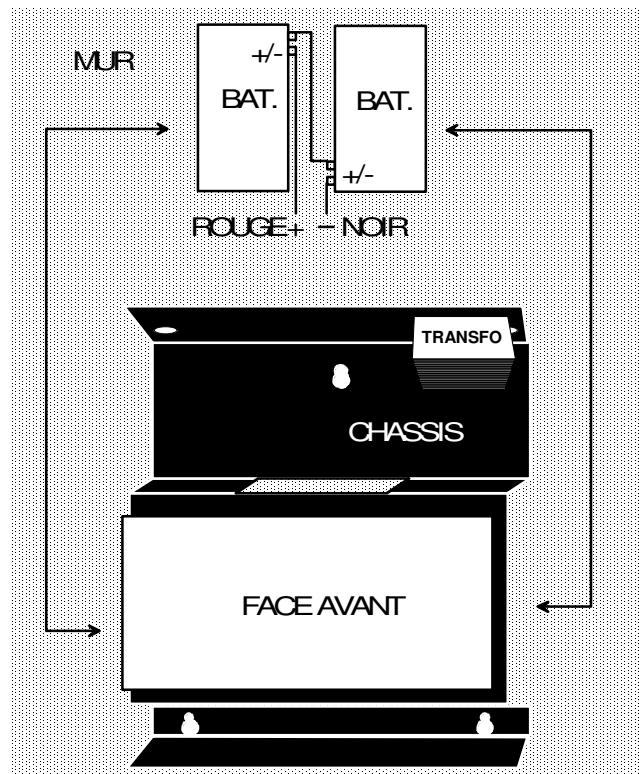

Figure 4 : mise en place des batteries
2.2 MISE EN PLACE DES BATTERIES (FIGURE 4)
⇒ Mettre en place les batteries, par un des côtés comme indiqué sur la **Figure 4**.